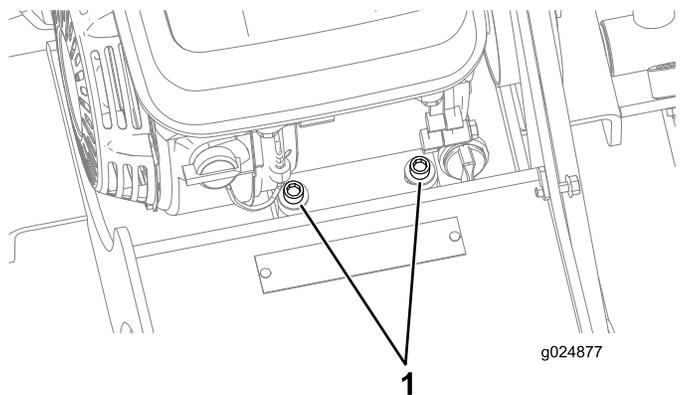

Figura 27
2. Afloje los 2 pernos de cabeza allen (5/16-24 x 1¾") que sujetan la parte delantera del motor (Figura 27).
7. Apriete los 2 pernos de cabeza allen (5/16-24 x 1¾") que sujetan la parte delantera del motor a 12.5–16.4 N·m (9.2–12.1 pies-libra), como se muestra en la Figura 27.